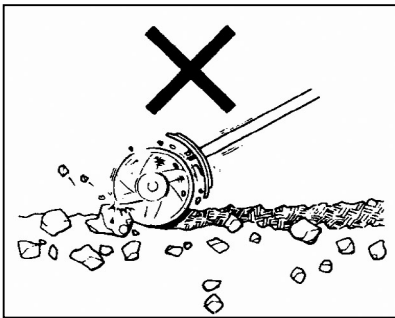

Fig. 9
- b. Do not work in rocky area. If the tines jammed with rock or hard soil, or tangled around with long grasses, shut off engine first then remove the obstruct. (Fig. 9)
- b. Ne pas travailler dans un endroit rocailleux. Si les dents se coincent à cause des rochers ou du sol dur, ou sont prises dans des longues herbes, arrêter d'abord le moteur, et, ensuite, enlever l'encombrement. (Fig. 9)